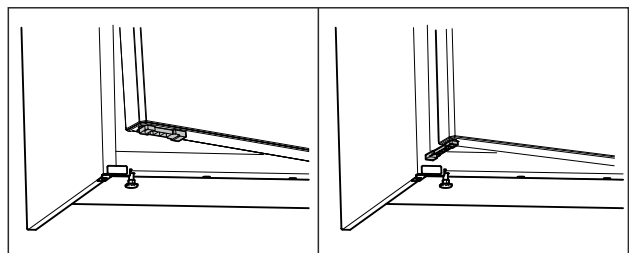

Fig. 68 *
- Ruotare il limitatore di apertura della porta di 90°. (vedere Fig. 68) *